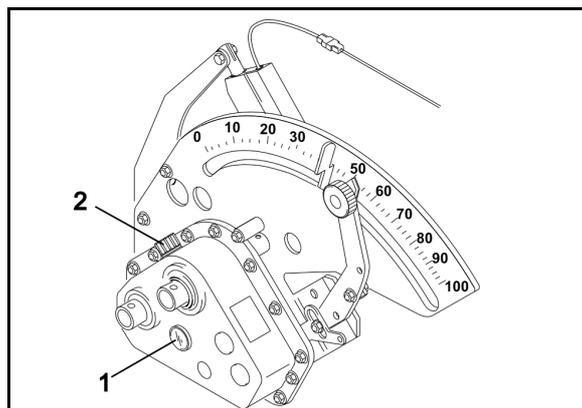

Fig. 34
2. Le niveau d'huile doit être visible au niveau du regard (Fig. 34/1).
6. Remplissez le boîtier Vario par le manchon de remplissage d'huile (Fig. 34/2) jusqu'au niveau du regard (Fig. 34/1).
7. Bien refermer le manchon de remplissage d'huile avec le bouchon après le remplissage (Fig. 34/2).